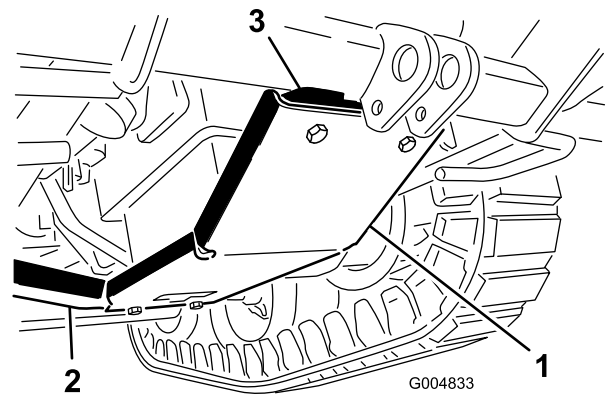

Figura 30
- Montate il paramotore (Figura 30) sul telaio sotto al motore nel modo seguente:
- Montate la parte anteriore del paramotore sulla piastra di montaggio del paramotore con 2 bulloni a testa flangiata (3/8 x 1-3/4 poll.) e dadi flangiati (3/8 poll.) (Figura 30).
- Montate la parte posteriore del paramotore sulla traversa del telaio con 2 bulloni (3/8 x 1 poll.) e dadi flangiati (3/8 poll.) (Figura 30). Montate i bulloni posteriori dall'alto.